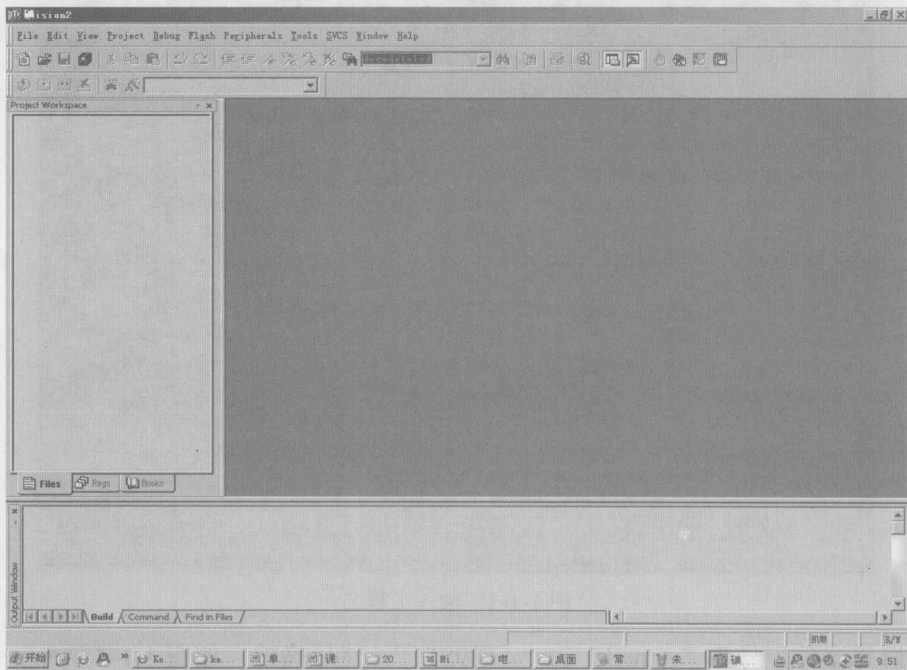

图 1-1-1 启动 Keil
2. 单击图标  (此图标为 Keil  $\mu$ Vision2), 启动 Keil, 如图 1-1-1 所示。